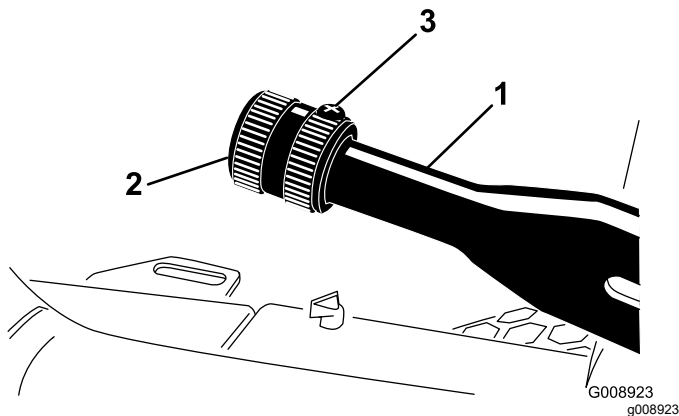

Bild 83
2. Lösen Sie die Stellschraube, mit der das Handrad am Feststellbremshebel befestigt ist (Bild 83).